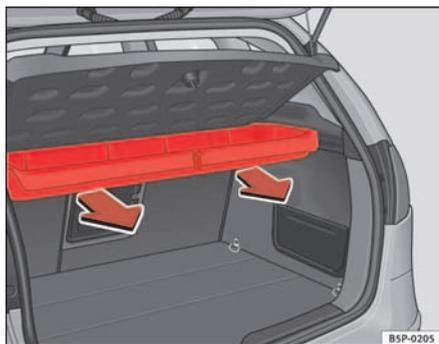

Fig. 121 Démontage du casier de rangement
- Tirer vers l'extérieur jusqu'à débloquer le casier des axes de rotation. ⇒ fig. 121